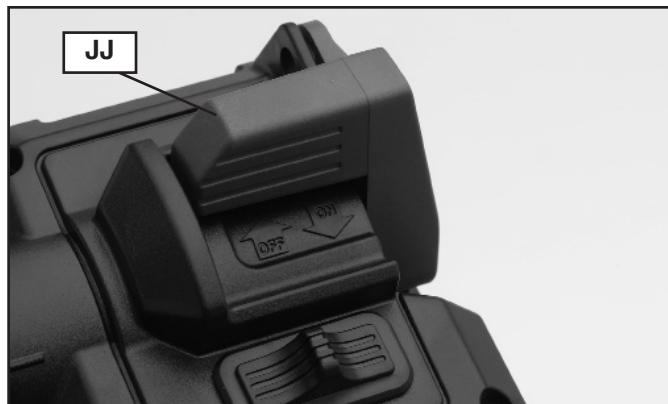

Fig. 22
Pour faire démarrer le tour, relever le commutateur à palette (JJ), fig. 22, à la position MARCHÉ (« ON »). Pour arrêter le tour, l'abaisser à la position d'ARRÊT (« OFF »).